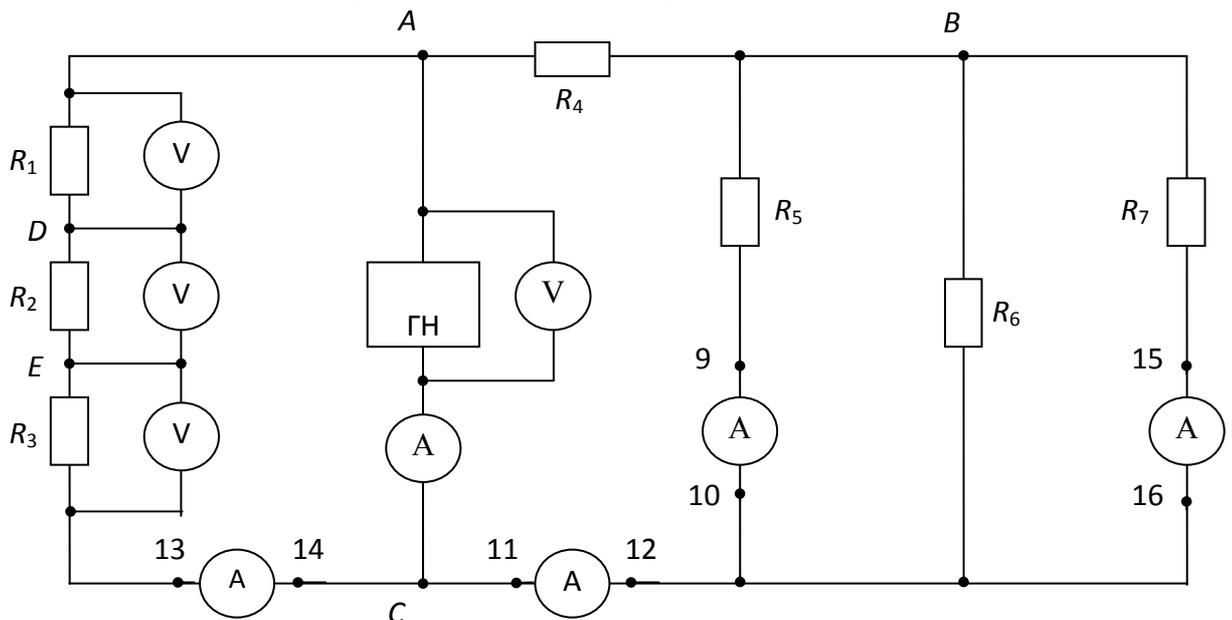

Рис. 1.5. Электрическая цепь лабораторного стенда
На универсальном лабораторном модуле смонтирован стенд, содержащий электрическую цепь со сменными резистивными элементами, имеющими смешанное соединение (рис. 1.5). Постоянное напряжение на элементы электрической цепи подается от генератора напряжения (ГН2), имеющего два режима работы 0–12 В и 12–24 В, определяемые переключателем. Наличие такого генератора позволяет провести экспериментальные исследования по распределению токов в сложной электрической цепи и проверить их с теоретически полученными результатами. Напряжение генератора задается преподавателем после получения допуска к выполнению данной работы.
2. Проведите анализ схемы электрической цепи лабораторного стенда (рис. 1.5). Есть ли в этой схеме параллельно и последовательно соединенные резисторы? Сколько эта схема содержит ветвей ( $m$ ), узлов ( $n$ ), контуров и независимых контуров ( $N_k$ )?
4. Применив метод эквивалентного преобразования электрической цепи, найдите токи в схеме электрической цепи постоянного тока (рис. 1.5) для исходных данных вашего варианта. Проверьте выполнение первого закона Кирхгофа для узлов электрической цепи. Найдите напряжение между узлами  $A$ ,  $B$  и  $C$ .
5. Напишите необходимое и достаточное число уравнений для расчета данной схемы электрической цепи (рис. 1.5) методом непосредственного применения законов Кирхгофа. Подставьте значения, найденные в предыдущем пункте токов, в эту систему уравнений. Проверьте, тождественны ли они. В случае выполнения тождеств на всех уравнениях найденные значения токов занесите в табл. 1.3 под буквой «Т» (теоретический). Рассчитайте падения напряжения на резистивных элементах и занесите их значения в табл. 1.4 (под буквой «Т»).
8. Сформулируйте и запишите первый и второй законы Кирхгофа, приведите примеры их написания для схемы (рис. 1.5).